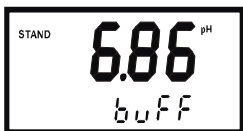

图 8-6
- 1、显示 2 秒后，仪表将进入显示数值修正状态，此时可通过 UP 键或 DOWN 键进行调节，如图 8-6 显示。